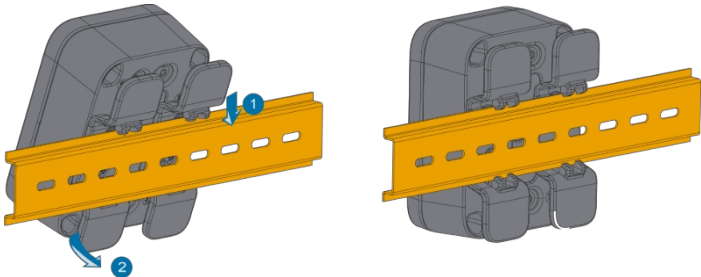

Abbildung 25: Befestigung des Gehäuses auf der DIN-Schiene
3. Klemmen Sie zum Schluss die Schnalle des DIN-Montagesatzes an einem Ende an der Kante der DIN-Schiene fest, drehen Sie dann das Gehäuse und drücken Sie es, um das andere Ende wie in **Abbildung 25** gezeigt festzuklemmen.